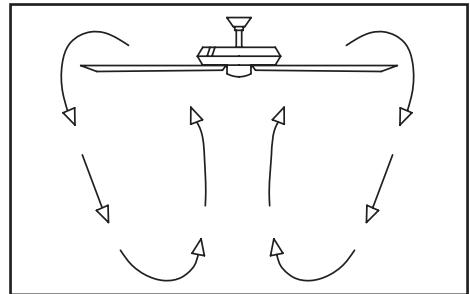

Figura 19
**Clima fresco** – (Reversa) Un flujo de aire ascendente mueve el aire caliente del techo como se muestra en la Figura 19. Esto te permite configurar la unidad de calefacción más baja sin afectar tu comodidad.